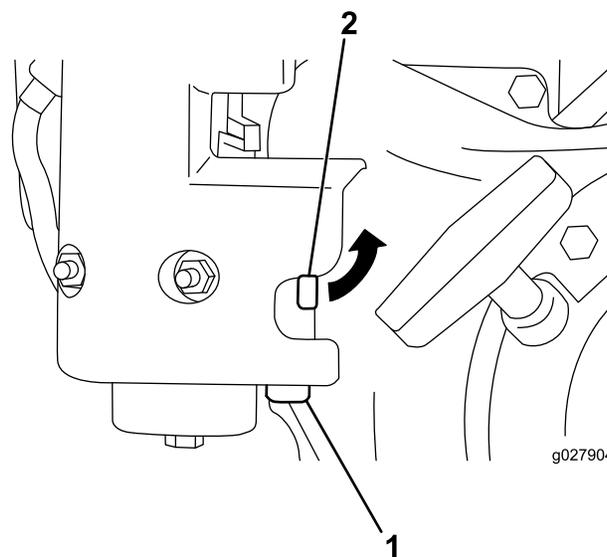

Рисунок 35
1. Закройте клапан отключения подачи топлива и выверните стакан отстойника из корпуса карбюратора (Рисунок 35).